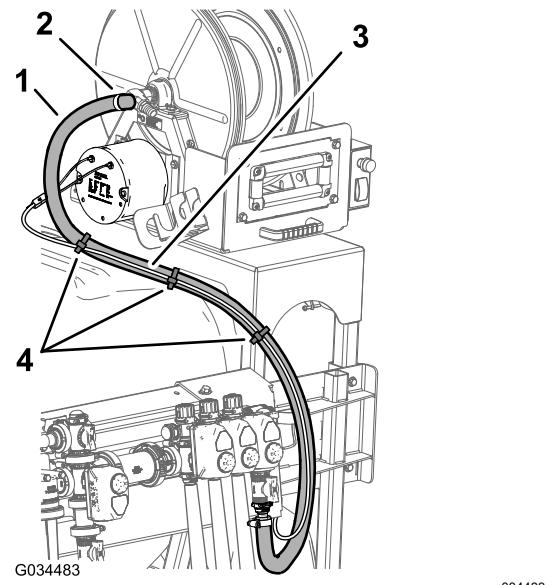

Рисунок 39
5. Подсоедините шланг длиной 180 см (71 дюйм) к штуцеру шланга со ступенчатой поверхностью на шланговом барабане в сборе и закрепите шланг на штуцере с помощью шлангового хомута, как показано на Рисунок 39.
6. Прикрепите жгут проводки для комплекта поворотного шлангового барабана к шлангу подачи шлангового барабана, используя три кабельные стяжки (Рисунок 39).